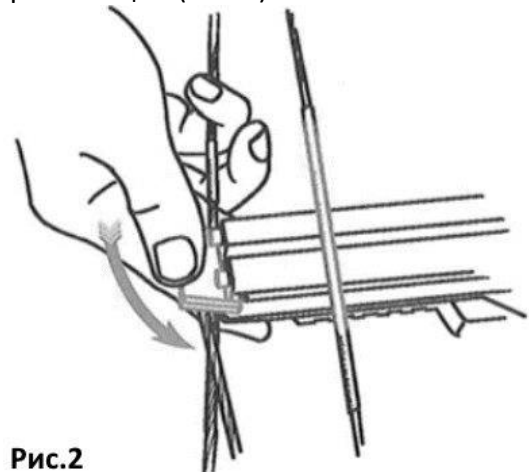

Рис.2
3. После этого, установите бегунок с тросами в паз под направляющей (Рис.2).